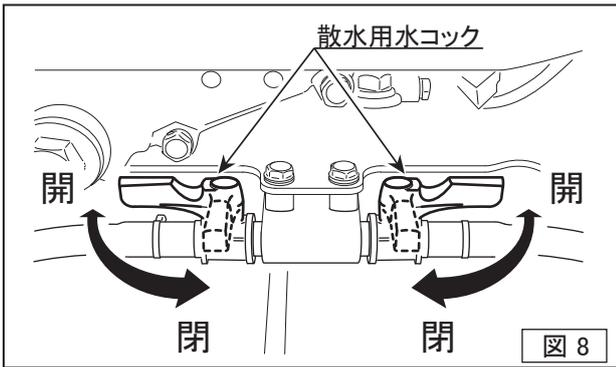

図 8
- 前側ドラム用と後側ドラム用の散水コックを開いて、水が正常に流れる事を確認してください。(図8)